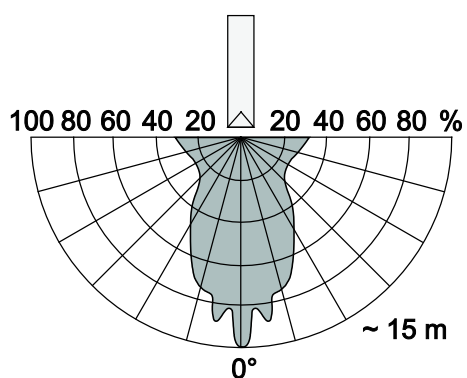

Рис. 4: Зона приема ИК-сигнала
Зона приема ИК-сигнала	ок. 15 м (линия 0°); см. Рис. 4
Для безупречного функционирования после монтажа (с выполнением всех характеристик приема; см. Рис. 4) яркость освещения в месте монтажа не должна превышать 200 люкс.
2. При адресации учитывайте «зону приема ИК-сигнала», см. Рис. 4.